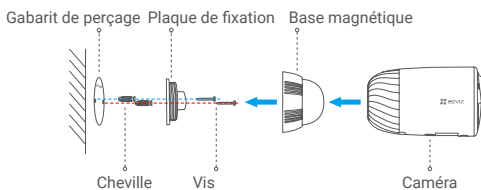
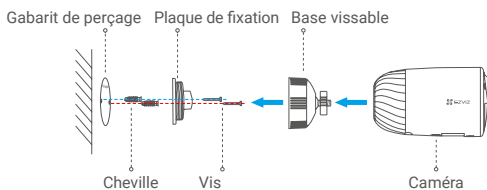

Fig. 1 Montage avec base magnétique
Fig. 2 Montage avec base vissable
Étape 4 Vissez la base magnétique (Fig. 1) ou la base vissable (Fig. 2) sur la plaque de fixation.